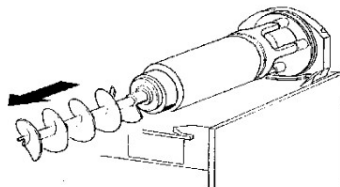

рис. 10
- 4-Снимите наружную спираль (см. 4-), а затем извлеките винт (см. рис. 10).